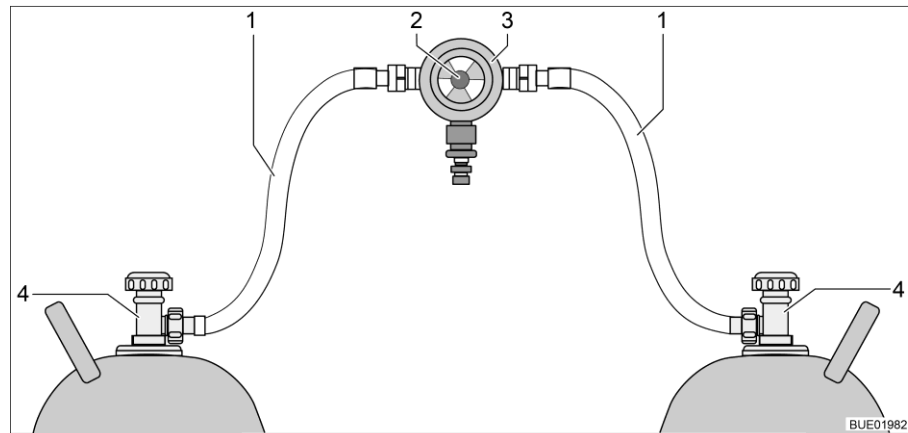
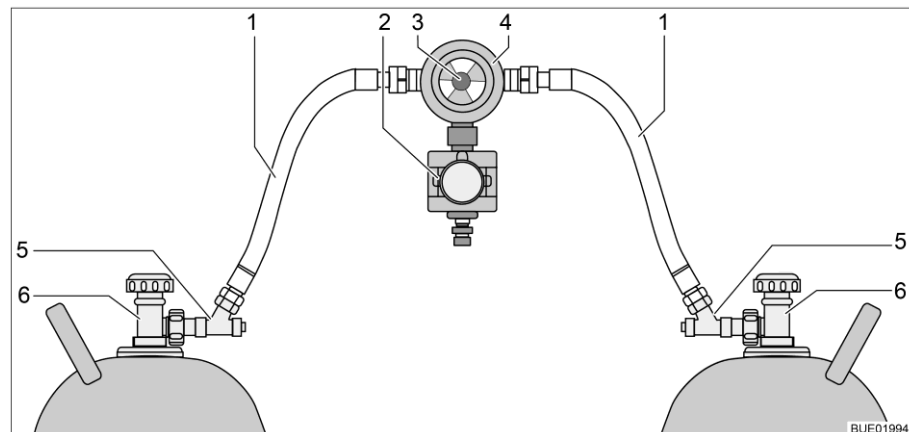

Bild 112 Omkopplingsenhet för gasflaskor
Bild 113 Omkopplingsenhet för gasflaskor med CPU
Omkopplingsenheten för gasflaskorna består av en kombinerad gastrycksregulator med omkopplingsventil och visning (Bild 112,3). Omkopplingsenheten för gasflaskor är monterad mellan de två gaslangarna (Bild 112,1).
Omkopplingsenheten för gasflaskorna består av en kombinerad gastrycksregulator med omkopplingsventil och visning (Bild 113,4) och en elektroventil (Bild 113,2). Elektroventilen spärrar vid kraftig bromsning, olycksfall eller kraftig lutning, av gastillförseln till fordonet. Omkopplingsenheten för gasflaskor är monterad mellan de två gaslangarna (Bild 113,1) med slangbrottssäkringar (Bild 113,5).
Med vredet (Bild 112,2 resp. Bild 113,3) på omkopplingsenheten, ställer du in vilken av gasflaskorna som ska användas som driftflaska och vilken gasflaska ska användas som reservflaska.
Med kontrollenheten (Bild 114) kan endast de elektriska funktionerna styras. Gasflaskornas huvudavstängningsventiler (Bild 112,4 resp. Bild 113,6) måste öppnas eller stängas för hand.
- Öppna huvudavstängningsventilerna på gasflaskorna (Bild 112,4 resp. Bild 113,6).
- Tryck in slangbrottssäkringarna (Bild 113,5) i 10 sekunder, efter varandra.
- Välj med vredet (Bild 112,2 resp. Bild 113,3) på omkopplingsenheten, gasflaskan som ska prioriteras (driftflaska). Vrid alltid vredet till stoppläget.
- Stäng huvudavstängningsventilerna på gasflaskorna (Bild 112,4 resp. Bild 113,6).